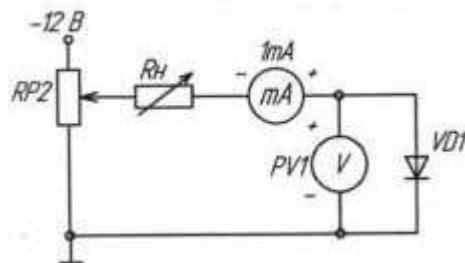

Рисунок 2.2- Схема для снятия ВАХ для прямой ветви
6) Собрать схему для снятия обратной ветви ВАХ, подключив к RP2 источник -12 В и заменив миллиамперметр, поменяв также его полярность подключения (рис. 2.2) и снять обратную ветвь ВАХ диода. Построить ВАХ диода, определить основные точки на характеристике.
- д) Снять выходные статические ВАХ с помощью осциллографа. Собрать схему в соответствии с рис. 2.2. Вход Y (CH2) осциллографа подключить к шунту, а корпус осциллографа соединить с общим проводом. Вход X (CH1) осциллографа подключить к коллектору. При этом переключатель развёртки осциллографа должен быть приведен в положение X/Y. Установить потенциометр RP1 в крайнее левое положение, соответствующее минимальному сопротивлению. Включить питание. Изменять ток базы от 0 до максимума (но не более 1 мА), пронаблюдать семейство выходных характеристик; зарисовать на одном рисунке выходные характеристики для трех значений тока базы: $I_B = 0$; $I_B = 0,5 \cdot I_{B_{max}}$; $I_B = I_{B_{max}}$. Записать масштабы по напряжению и току. Выключить питание модуля.